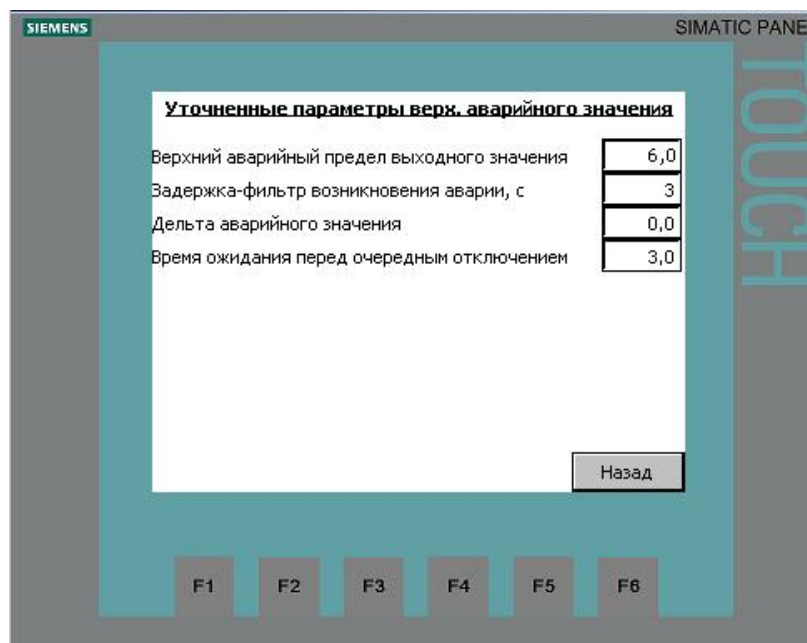

Рис. 16. Мастер наладки. Уточненные параметры верхнего аварийного значения
- **Минимальное входное значение** (поле ввода) – предельное аварийное минимальное значение входного датчика для предотвращения сухого хода насоса. Настраиваемая реакция, выбор реакции выполняется при вводе в эксплуатацию в режиме «Мастер наладки». Переход к настройкам детектора аварийного состояния производится нажатием на кнопку «**Подробнее**». Экран уточненных настроек изображен на рис. 16.